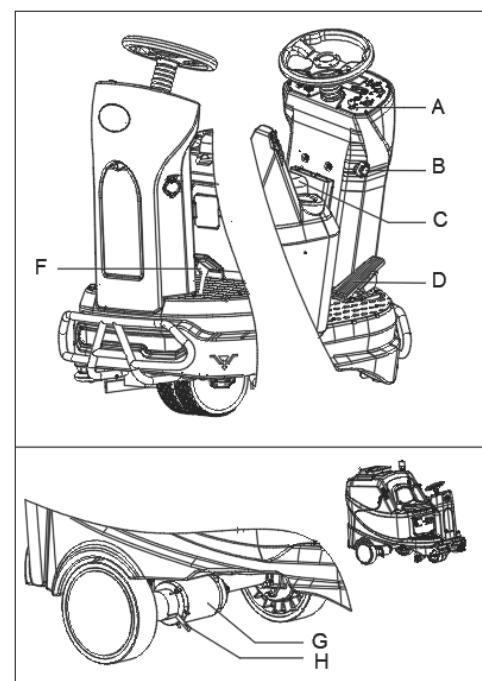

Figure 12
1. Tourner la clé de contact (A, Figure 12) sur « I », s'assoir sur le siège (C).
2. Appuyer légèrement sur la pédale d'accélération (D), puis la relâcher afin de vérifier si la machine peut être dirigée vers l'avant et arrêtée.
3. Aux fins de sécurité, confirmer si la machine peut être arrêtée immédiatement en appuyant sur le bouton d'urgence (B). Tourner le bouton d'urgence pour le réinitialiser.
4. Appuyer rapidement sur la pédale de frein mécanique (F) pour vérifier si la machine peut être arrêtée immédiatement.
Le frein du moteur d'entraînement est débloqué lorsque le moteur fonctionne normalement, il se verrouille lorsque le moteur s'arrête. Dans certains cas particuliers, tels que l'emballage/déballage de la machine, une panne de la machine, etc., la machine peut avoir besoin d'être poussée. Sur le moteur d'entraînement (G, Figure 12) pousser vers le bas la poignée de frein (H, Figure 12) ; le frein de la machine est alors relâché et la machine peut être déplacée. Une fois terminé, tirer la poignée vers le haut pour que la machine puisse fonctionner